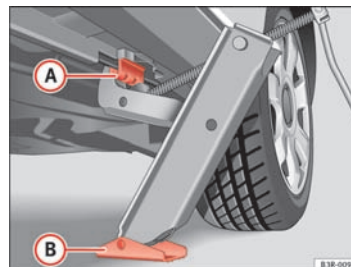

Fig. 197 Changement de roue : Cric
- Ajustez le cric de sorte que sa griffe s'engage dans la nervure du bas de caisse ⇒ page 273, fig. 197 **(A)** et que la base mobile **(B)** du cric repose bien à plat sur le sol.